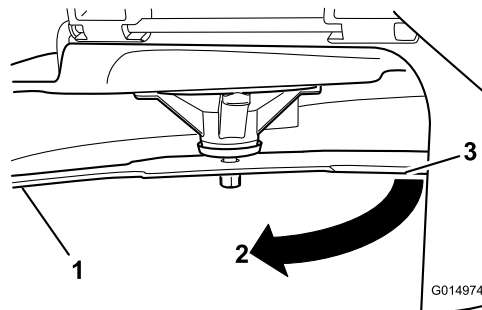

Figura 59
4. Ruotate la stessa lama di 180 gradi in modo che il tagliente opposto si trovi ora nella stessa posizione (Figura 59).